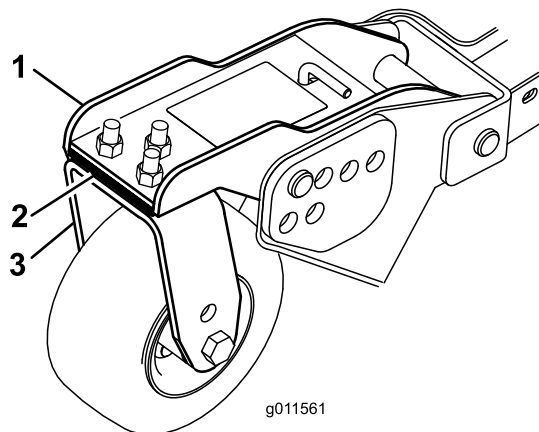

Figure 27
- Ajoutez ou retirez des cales de 3 mm sur le(s) bras pivotant(s) avant pour que la hauteur de coupe corresponde à celle indiquée sur l'autocollant (Figure 27).